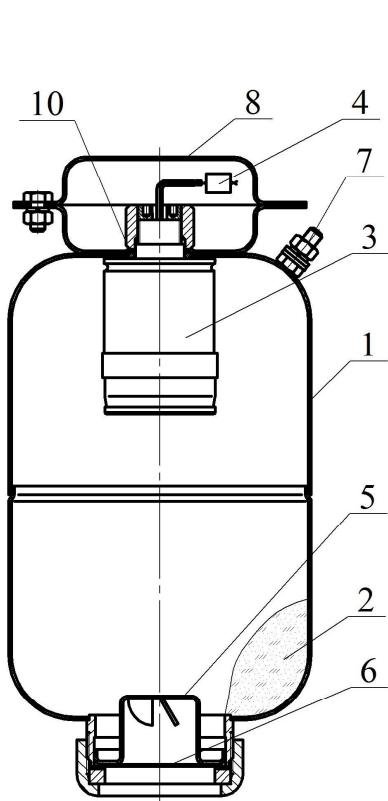
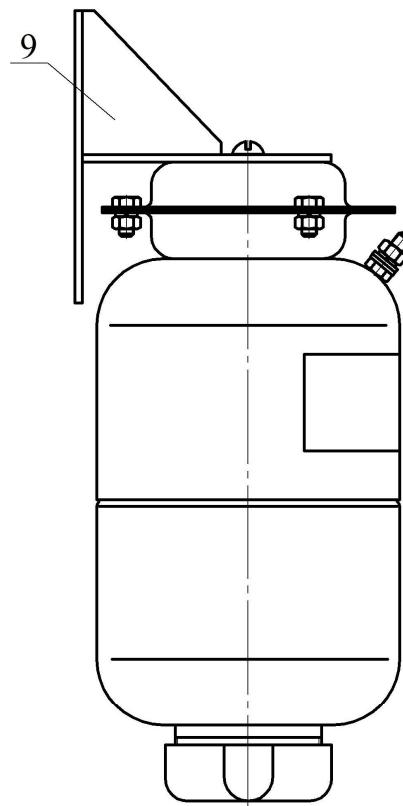

Рисунок 1
Рисунок 2
4.1.1 МПП (см. рисунки 1 и 2) состоит из корпуса **1**, в котором размещаются огнетушащий порошок (ОП) **2** и источник холодного газа (ИХГ) **3** с элементом электропусковым **4**. В нижней части корпуса находится насадок-распылитель **5**, выходное отверстие которого перекрыто мемброй **6**. Модуль имеет заземляющий зажим **7**. В верхней части МПП снабжен кронштейном **8** для крепления к потолочному перекрытию (рисунок 1) или кронштейном **9** для крепления на стене (рисунок 2).
6.2 Закрепить кронштейн 8 (см. рисунок 1) на потолке или кронштейн 9 (см. рисунок 2) на стене. Для крепления кронштейна потолочного крепления в центральной его части выполнено отверстие $\phi 10$ мм. Координаты отверстий в кронштейне, предназначенном для крепления МПП на стене приведены на рисунке 3.
7.3 Комплект поставки для перезарядки МПП (см. рисунок 1):